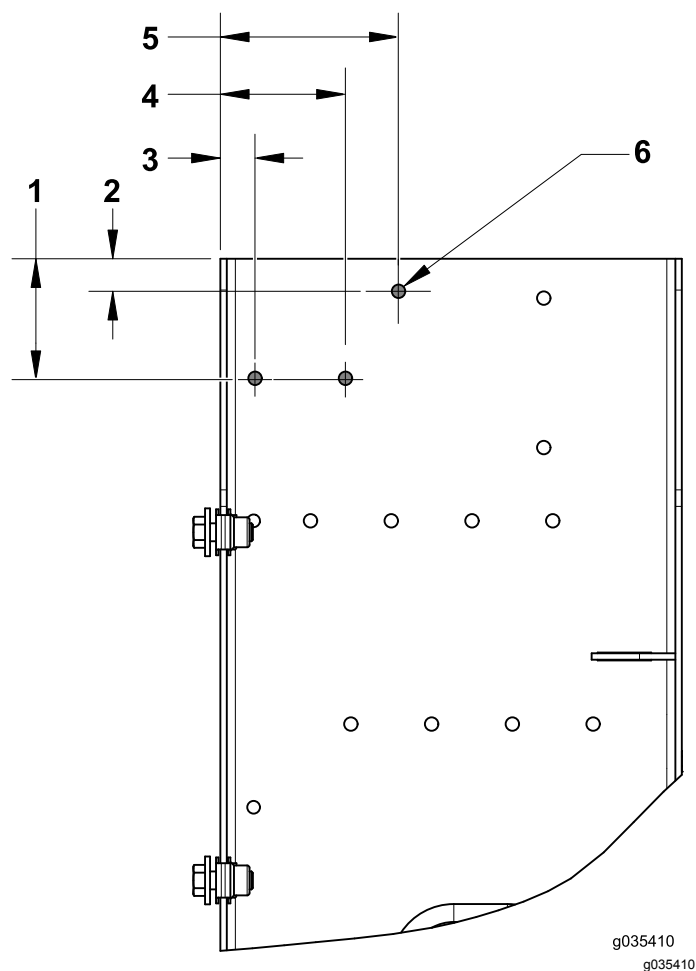

図 6
2. ヒューズブロックとリレー用に、以下に示す穴を開ける (図 6)。